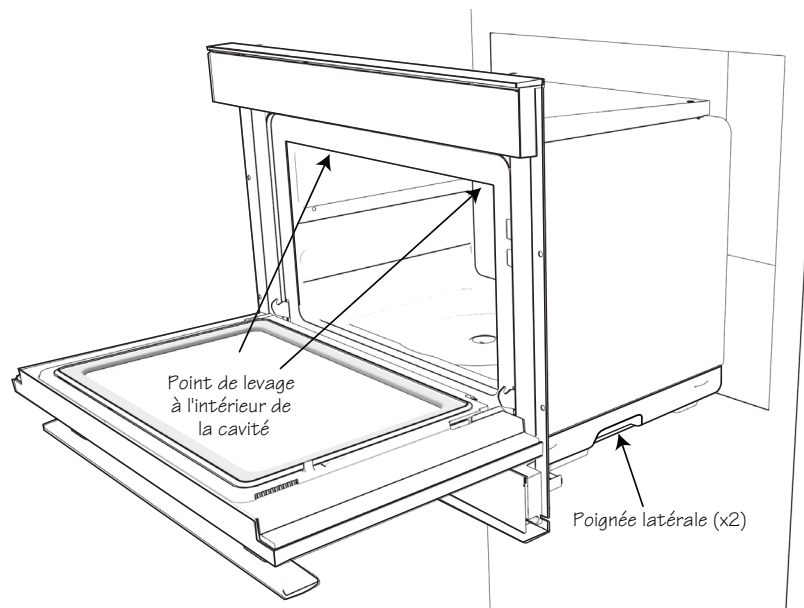

Figure 4
1. Ouvrir la porte du four SuperSteam+ et soulever l'appareil par les points de levage illustrés à la Figure 4. Placer le four près de l'ouverture du mur ou de l'armoire. **NE PAS SOULEVER LE FOUR À L'AIDE DE LA POIGNÉE.** Brancher le cordon d'alimentation dans la prise électrique.